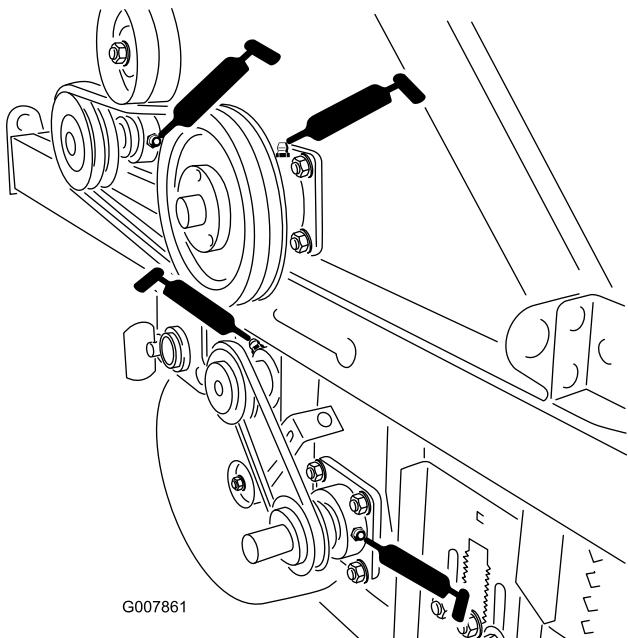

Figure 43
- Ensemble hacheur x 2 (Figure 43 et Figure 41)
- Coin rotatif x 2 (Figure 43 et Figure 41)
- Brosse de ramassage x 2 (Figure 43 et Figure 41)